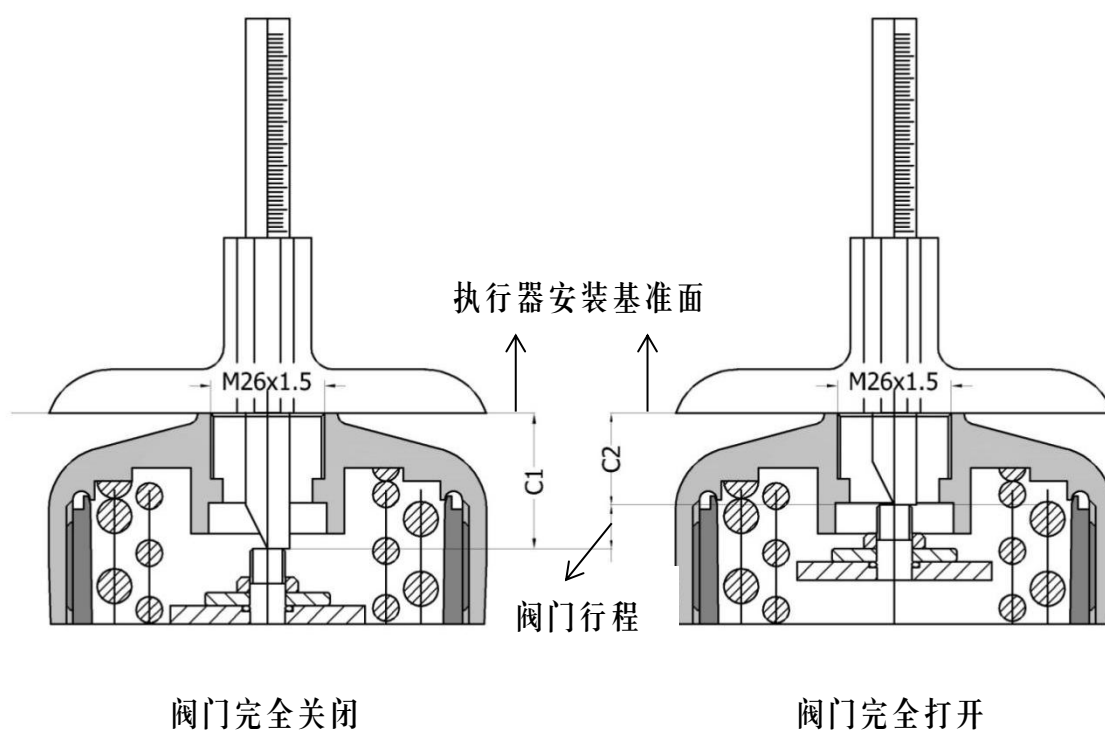

图 4. 执行器测量
2. 阀门处于完全关闭和完全打开状态时，用深度尺分别测量执行器阀杆顶端到执行器顶部安装基准面的距离 C1 值和 C2 值（图 4 中标注所示），并记录。